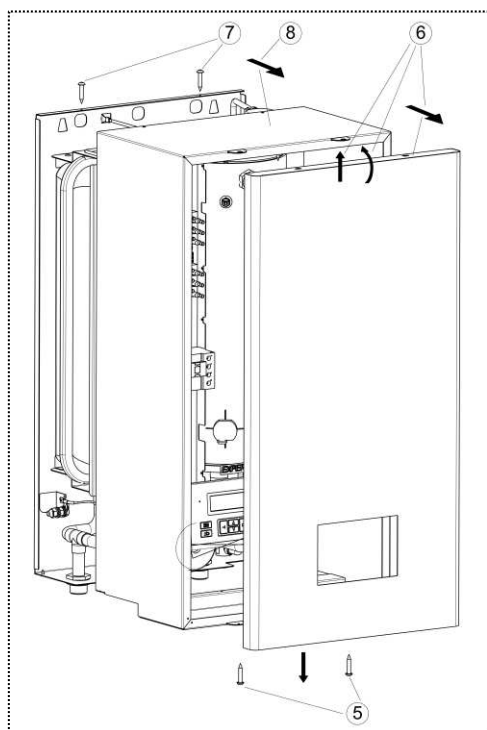

Рисунок 6. Снятие лицевой панели
- 6.1.5** Выкрутите отвёрткой два самореза с нижнего торца корпуса прибора (см. рис. 6).
6.2.7 Выполните монтаж автоматического выключателя QF (3) в непосредственной близости от прибора и доступным для визуального обзора месте (см. рис. 6).